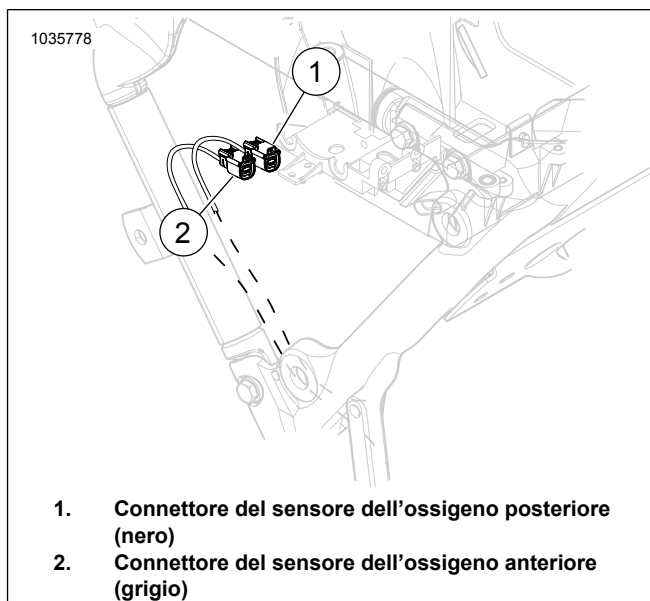

Figura 1. Posizione del sensore anteriore e posteriore dell'ossigeno
6. Vedere Figura 1 Scollegare i connettori del sensore dell'ossigeno anteriore e posteriore (1, 2).